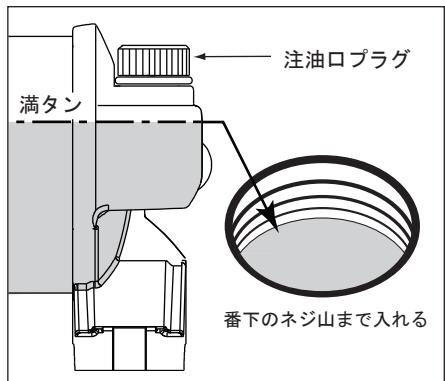

図16: リザーバのオイルレベル
- オイルレベルを点検します。図16を参照してください。オイルレベルが低い場合、オイルが注油口プラグ開口の一一番下のネジ山に達するまで補充します。